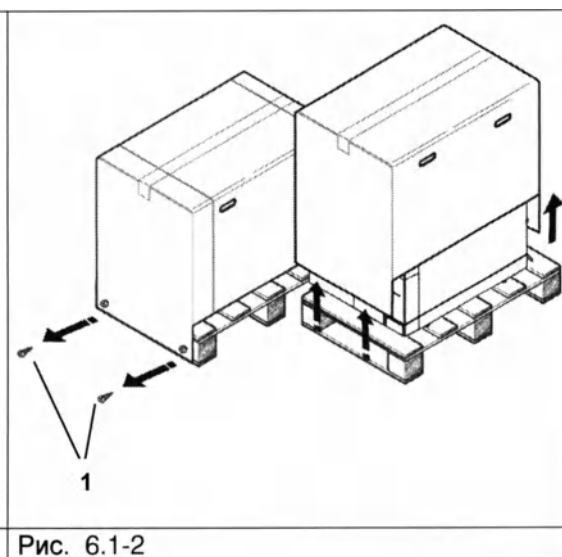

Рис. 6.1-2
- выкрутите винты, прикрепляющие коробку к паллету (1 на рис. 6.1-2);
- снимите коробку, потянув вверх (рис. 6.1-2);